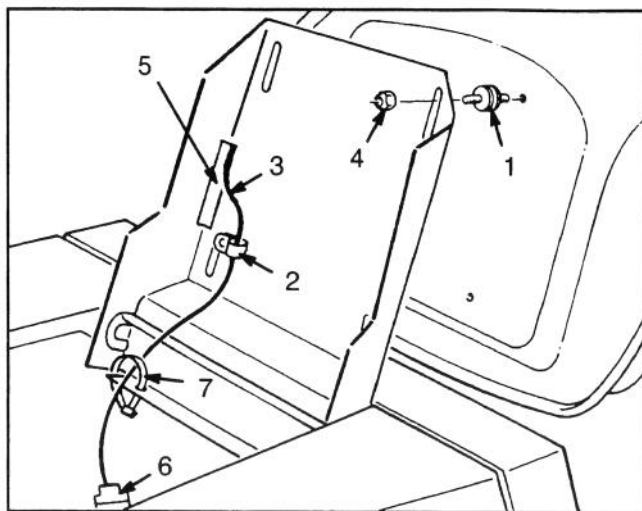

Figure 3
1. Enfiler (4) les goudjons d'écartement dans le socle du siège (Fig. 3).
2. Placer le siège sur le socle, en faisant passer le câble de la commande du siège dans les fentes et les goudjons d'écartement dans les trous de montage (Fig. 3).
3. Faire glisser la pince du câble sur le câble de la commande du siège (Fig. 3).
4. A l'aide du goudjon d'écartement avant gauche, fixer légèrement la pince du câble et le siège sur le socle avec un contre-écrou (Fig. 3).
5. Monter le siège sur le socle avec les (3) contre-écrous restants.